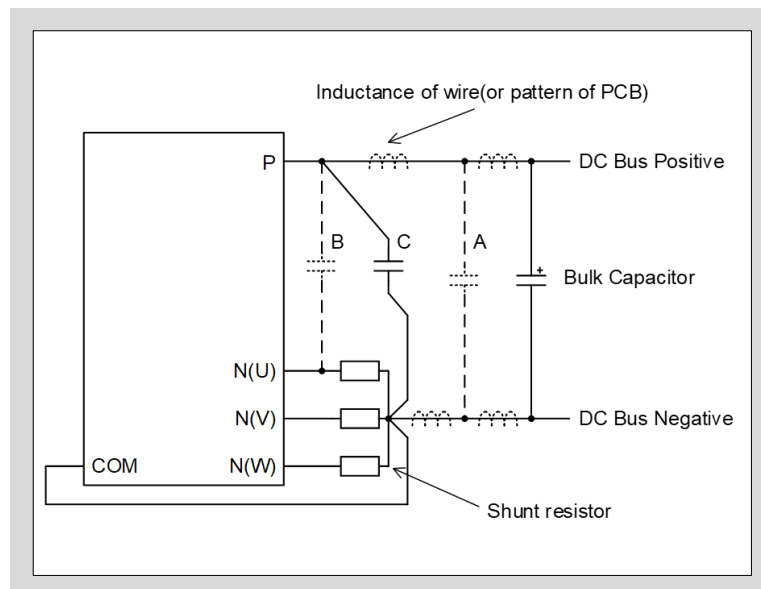

図4-1 シャント抵抗とスナバコンデンサの推奨配線
- 一般的には図4-1の”C”箇所に接続します。”A”箇所にスナバコンデンサを接続すると、配線のインダクタンスを無視できないため、サージ電圧を効果的に抑制することができません。スナバコンデンサを”B”箇所に接続すると、スナバコンデンサに流れる充放電電流はシャント抵抗にも流れます。これは、電流検出信号に影響を与えるため、過電流保護レベルが設計値よりも低くなります。”B”箇所のサージ電圧抑制効果は、”A”または”C”箇所より優れていますが、電流検出精度を考慮すると”C”箇所の方が優れています。